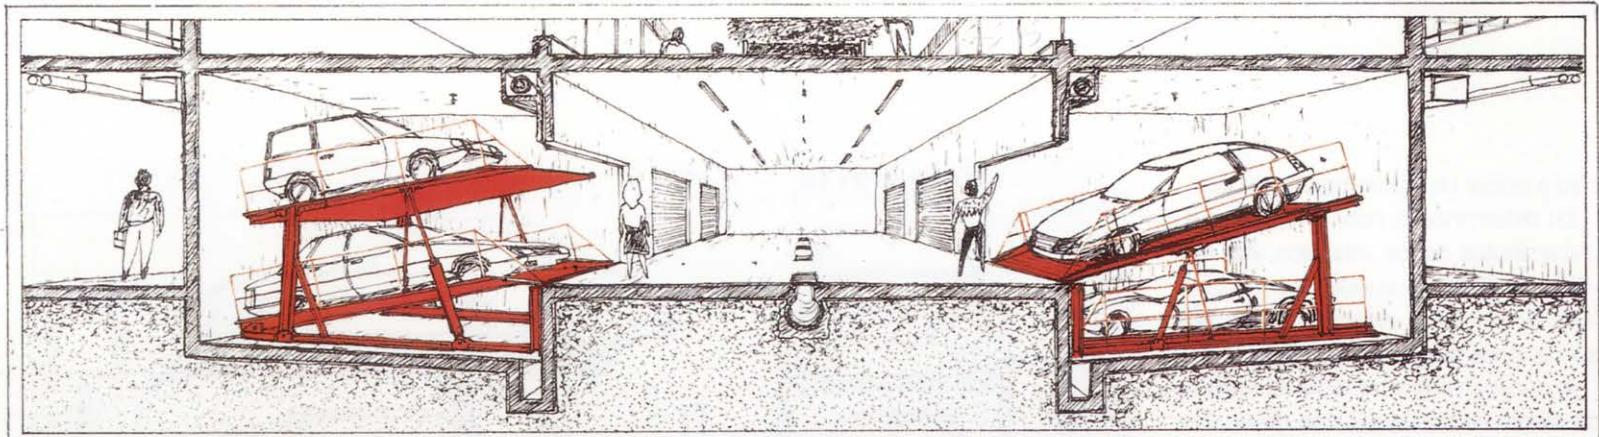

Fig. 4 Apilable doble independiente
- ahorrar en el número de forjados y, en su caso, de la excavación, puesto que es posible atender fácilmente dos y tres vehículos por dársena (fig. 4 y 5);